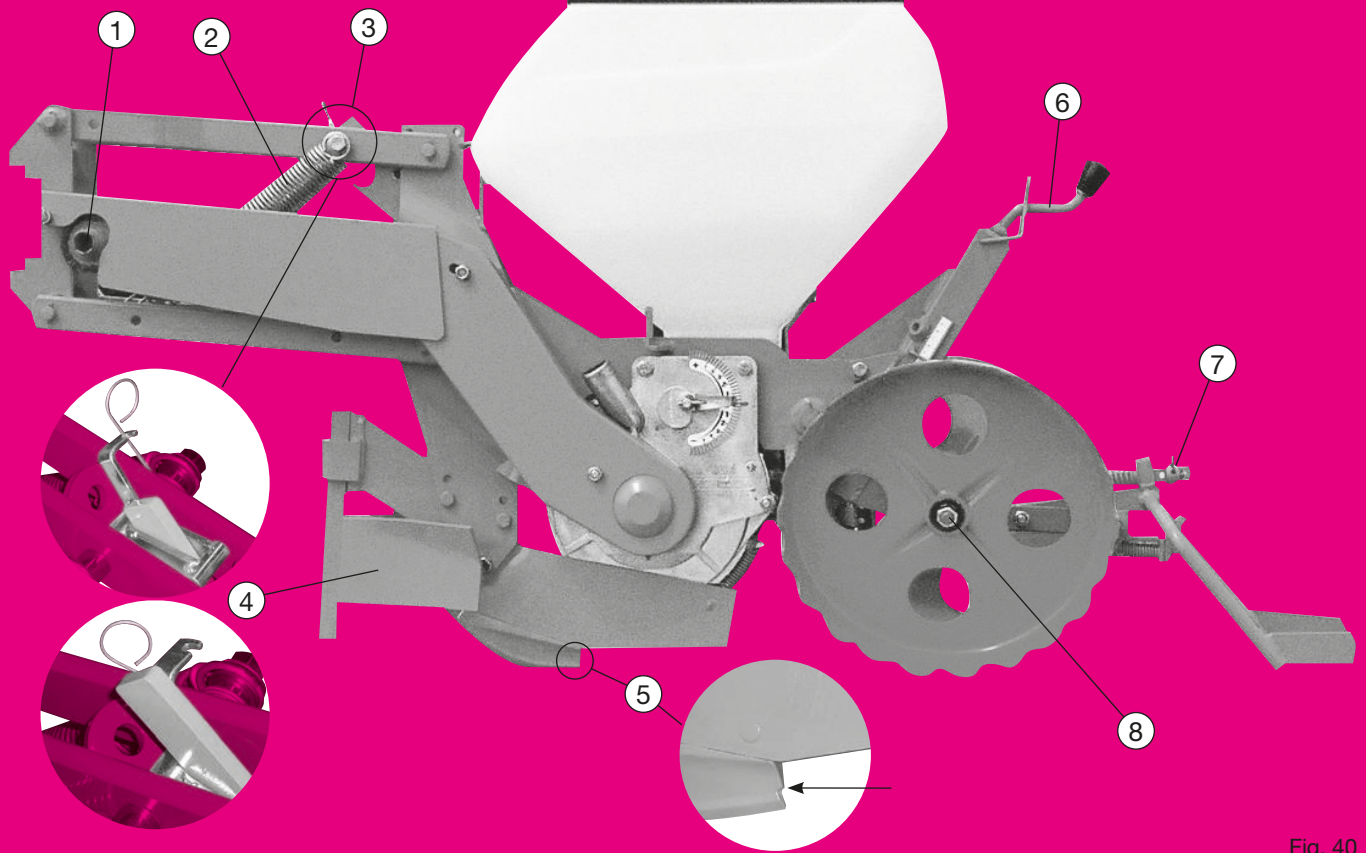

Fig. 40
Versión de base (fig. 40) élément monté sur parallélogramme, terrage par le bloc arrière uniquement avec la manivelle (6) (fig. 40) - chasse-mottes avant avec coultre - soc standard maïs - roues tasseuses inclinées tôle - raclettes arrière - trémie 40 litres.
- (1) Système de sécurité (fig. 40) : il provoque un crabotage sonore en cas de blocage de la distribution. Un arrêt est alors obligatoire (voir page 44). Graisser les dents du crabot à la mise en route pour faciliter les premiers déclenchements.
- (2) Ressorts de parallélogramme : ils accentuent le poids de l'élément. En cas de trop forte pénétration, les ressorts peuvent être supprimés (1 ou les 2).
- (3) Taquet d'accrochage en position relevée (fig. 40) : en cours de travail, laisser le ressort dans son cran pour éviter les accrochages involontaires du taquet.
- (4) Chasse-mottes : doit travailler superficiellement pour éviter les risques de bourrages au niveau du boîtier ou de la chaîne.
- (5) Lorsque l'usure du soc atteint le stade du décrochement, le semis devient irrégulier : la pointe doit alors impérativement être remplacée.
- (6) Réglage du terrage (fig. 40) : une jauge graduée facilite l'uniformité du réglage.
- (7) Réglage de la hauteur des raclettes (fig. 40) par un jeu de rondelles d'épaisseur.
- (8) Réglage de l'écartement des roues maïs (fig. 40) : 2 bagues sur moyeux que l'on place, soit côté intérieur, soit côté extérieur, permettent d'obtenir 2 écartements à la base. Utiliser les roues resserrées pour semis superficiels (1 à 3 cm).
Basic version (fig. 40) element mounted on a parallelogram, depth control via the rear unit only, with the crank (6) (fig. 40)
- (1) Safety system (fig. 40) : this causes the clutch to sound in case of a blockage in the metering system. When this clutch sound is heard, stop the machine immediately (see page 44). The teeth of the clutch should be lubricated when restarting in order to make the first declutching easier.
- (2) Parallelogram springs : these increase the element's weight. If the penetration is too great, the springs may be removed (one or both).
- (3) Locking pawl to keep unit in a raised position (fig. 40) : while planting, in order leave the spring in its notch to avoid unexpected lock-up.
- (4) Clod remover : should work on the ground surface to avoid plugging at the metering box or chain.
- (5) When the shoe reaches this point of wear, sowing becomes irregular : the tip must then be replaced.
- (6) Adjustment of the depth (fig. 40) : a gradual scale makes it easier to set the unit at a uniform depth.
- (7) Adjustment of the height of the hillers (fig. 40) by means of a pair of washers.
- (8) Adjustment of the spacing of corn press wheels (fig. 40) : placing the 2 bushings on the inside or the outside of the wheel hub allows for 2 basic widths. Use the narrow setting for shallow seeding (1 - 3 cm) (3/8 - 1 1/2»).
Grundausrüstung (Abb. 40) Vorrichtung auf Parallelogramm, Tiefenregulierung nur über Heckblock, mit Kurbel. (6) (Abb. 40)
- (1) Überlastsicherung (Abb. 40) : Wenn die Säscheibe blockiert ist (durch Einwirkung von Fremdkörpern) spricht die Überlastsicherung an durch ein knarrendes Geräusch. Halten Sie sofort die Maschine an, um die Ursache festzustellen (siehe Seite 44). Bei der Inbetriebsetzung sind die Zähne der Kupplung zu schmieren, um das Auslösen der Kupplung zu erleichtern.
- (2) Federn am Parallelogramm : zur Gewichtserhöhung. Bei zu tiefem Einsinken kann man die Federn entfernen (eine, oder beide).
- (3) Element in Transportstellung (Abb. 40) : Beim Spannen der Feder wird der Sperrhebel aus der Kerbe gedrückt und das Element geht in Arbeitsstellung zurück.
- (4) Klutenräumer : Soll nicht zu tief eingestellt werden, um etwaige Verstopfungen am Gehäuse bzw. an der Kette zu vermeiden.
- (5) Erreicht der Verschleiß der Schar diesen Punkt, dann wird die Aussaat ungleichmäßig. Die Spitze ist unbedingt zu ersetzen.
- (6) Tiefenregulierung (Abb. 40) : Eine Skala erleichtert die Tiefenregulierung.
- (7) Höhenregulierung der Zustricher (Abb. 40) mit einem Satz von Zwischenscheiben wird die Höhe reguliert.